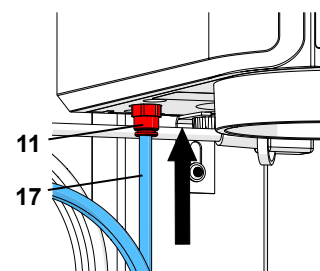

Fig. 5-a
**Sur les modèles plus anciens, le filtre d'entrée (12) se trouve à l'extérieur de l'appareil (Fig. 5-b). Dans ces cas, introduire le tuyau à air comprimé (17) dans le filtre d'entrée (12). Lors de cette opération, il faut pousser au-delà d'une légère résistance. Ne JAMAIS utiliser l'appareil sans filtre d'entrée !**